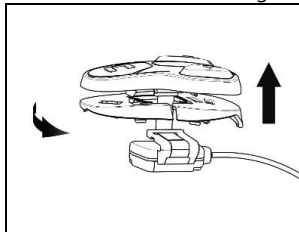

Fig. 19
- Ruotare il supporto tastiera in modo da posizionarlo come in Fig. 19 e agganciarlo alla tastiera.